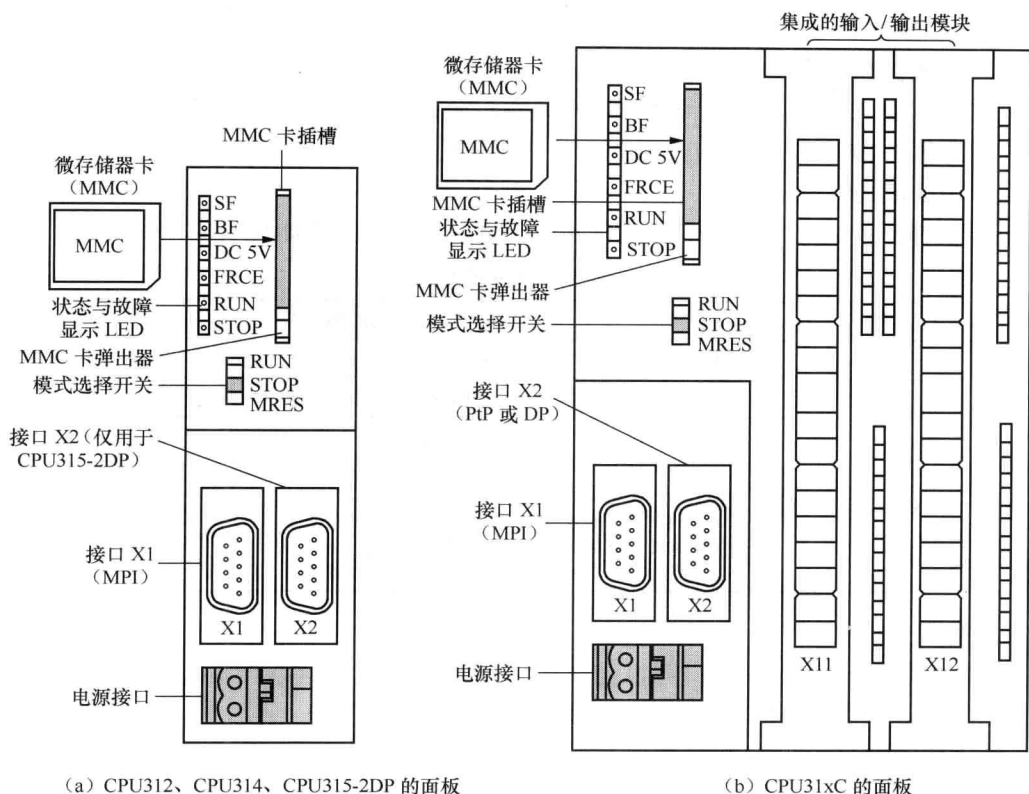

图 1-7 S7-300 的 CPU 模块面板图
S7-300 的 CPU 模块内的元件封装在一个牢固而紧凑的塑料机壳内，面板上有状态和故障指示 LED、模式选择开关和通信接口等，CPU 模块面板如图 1-7 所示。存储器卡插座可以插入多达数兆字节 (MB) 的 Flash EPROM 微存储器卡 (简称 MMC)，用于掉电后程序和数据的保存。